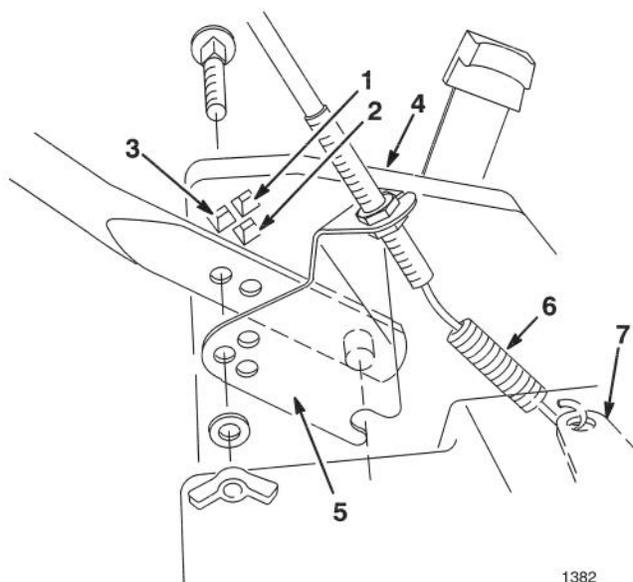

Figure 2
Le guidon possède trois (3) réglages de hauteur – haut, moyen et bas (Fig. 2). Choisir la position qui vous est la plus confortable.
1. Aligner les trous de la moitié inférieure du guidon sur ceux du carter de la tondeuse. Assujettir le guidon au carter de la tondeuse au moyen des pièces de visserie illustrées à la figure 2.
1. Accrocher le ressort du câble de traction sur le levier de l'actionneur comme illustré à la figure 2.
2. Aligner les trois (3) trous du support de câble d'autopropulsion sur ceux du côté gauche du carter de la tondeuse. Fixer le support avec la visserie du guidon (Fig. 2).